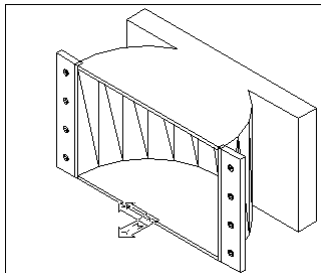

图 18-20
(2) 差集处理。单击  按钮或者在命令行直接输入 `subtract`，从上述底座中减去上述圆柱体，结果如图 18-20 所示。